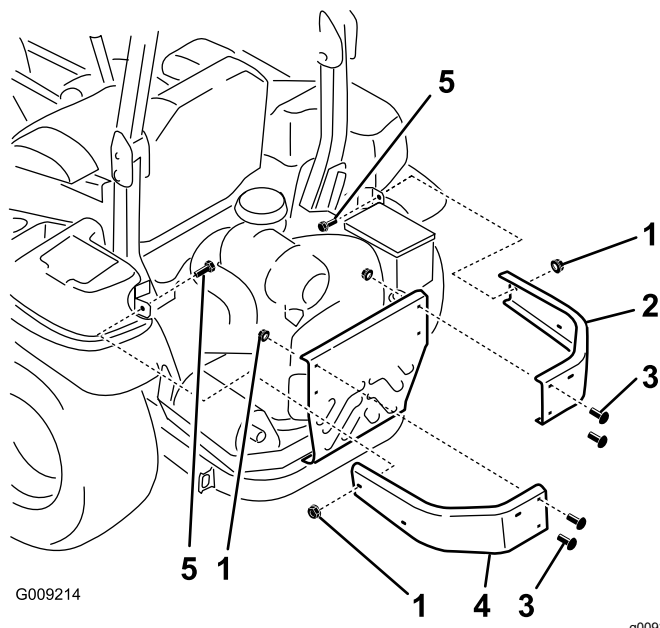

Figura 5
1. Rimuovete i dadi e i bulloni che assicurano i paraurti laterali alla macchina (Figura 5).
- Montate i paraurti sinistro e destro nuovi con 2 bulloni a testa tonda ($\frac{3}{8}$ " x $1\frac{1}{4}$ "), i 4 bulloni a testa tonda rimossi in precedenza e 6 dadi flangiati ($\frac{3}{8}$ "), come illustrato nella Figura 5.